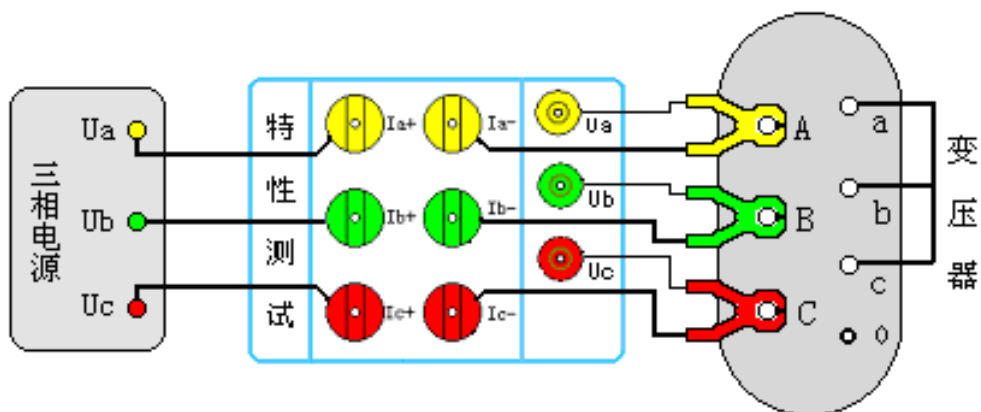

图 27、三相电源测量变压器短路损耗
## (4). 三相三线电源测量变压器短路损耗: 从变压器高压侧施加三相测试电源, 低压侧用专用短接线良好短接, 如图 27 接线: